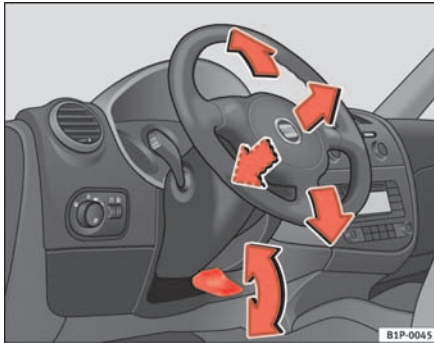

Abb. 112 Lenkradposition einstellen
- Schwenken Sie den Hebel ⇒ Abb. 112 unter der Lenksäule nach unten ⇒ ⚠.